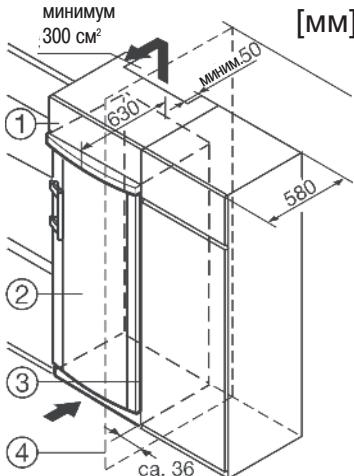

Рис. 7
- (1) верхний предмет кухонной мебели
(2) морозильник
(3) боковая панель предмета кухонной мебели
(4) стена
Устройство можно встраивать в предметы кухонной мебели. Для адаптации устройства (рис. 7 (2)) к окружающей кухонной мебели по высоте над устройством можно установить подходящий по размерам верхний предмет мебели (рис. 7 (1)). При установке устройства в стандартный кухонный гарнитур (макс. глубина 580 мм) устройство можно установить вплотную к предмету кухонной мебели (рис. 7 (3)). Дверь устройства выступает за переднюю поверхность предмета мебели на 34 мм по бокам и на 50 мм в центре устройства. Это упрощает открывание и закрывание двери.
При установке устройства около стены (рис. 7 (4)) между устройством и стеной со стороны расположения петель двери должно оставаться расстояние не менее 36 мм (для защиты ручки от повреждения при открывании двери).